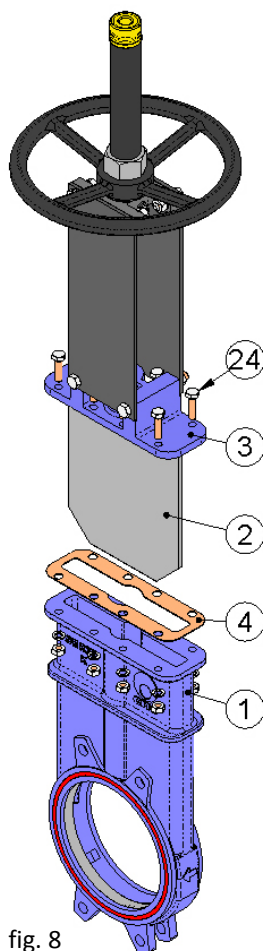

fig. 8
3. Soltar todos os parafusos (24) que unem o corpo (1) à tampa (3).
4. Retirar o conjunto de accionamento, tampa (3) e cortador (2) do corpo (1).
5. Retirar da junta do suporte (4) entre a tampa (3) e corpo (1) e limpar o seu alojamento.
6. Colocar uma junta do suporte nova (4) com as mesmas dimensões da junta que foi retirada.
8. Assegurar-se de que a junta do suporte (4) está adequadamente posicionada entre a tampa (3) e o corpo (1) e introduzir o conjunto de cortador (2), tampa (3) e accionamento no corpo.
9. Apertar cuidadosamente todos os parafusos (24) da tampa (3) de modo cruzado.
11. Submeter a válvula a uma pressão na linha, verificando se existem fugas entre a tampa (3) e o corpo (1) ou entre a haste (15) e a tampa (3).
**Nota:** os números entre parênteses referem-se à fig. 8.